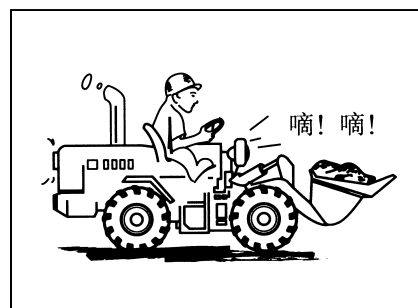

Рис. 1-41
- Предупредить людей уходить гудком. (Рис. 1-41)